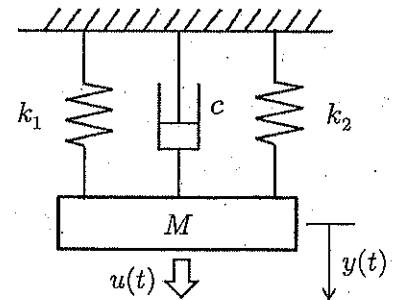

図1
問1 図1に示す機械振動系に外力 $u(t)$ を加えたときの変位を $y(t)$ とする。ただし、質量を M 、ダンパ係数を c 、ばね係数を k_1, k_2 とし、変位 $y(t)$ に関する初期条件は $y(0) = 0, \dot{y}(0) = 0$ である。また、 $u(t), y(t)$ のラプラス変換をそれぞれ $U(s), Y(s)$ と記述する。このとき、以下の設問に答えよ。
(1) 図1の機械振動系の運動方程式として適切なものを以下の選択肢①～④から選び、番号で答えよ。(4点)